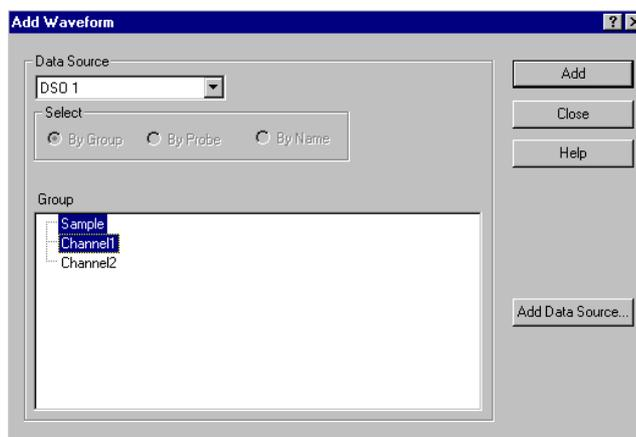

図 3-20 : DSO 波形を追加する場合の[Add Waveform]ダイアログ・ボックス
4. [Data Source]として[DSO1]の[Sample]、[Channel1]を選択します (図 3-20)。[Sample]を選択してから、SHIFT キーを押しながら[Channel1]を選択します。